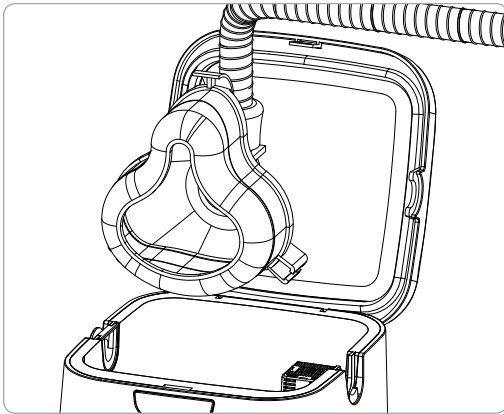

Figure 7. PAP-Maske in die Desinfektionskammer legen
4. Führen Sie Ihre PAP-Maske in die Desinfektionskammer ein, sodass der befestigte Schlauch in der offenen Schlauchausparung gegenüber dem Steckverschluss des Schlauchs liegt (Abbildung 7).